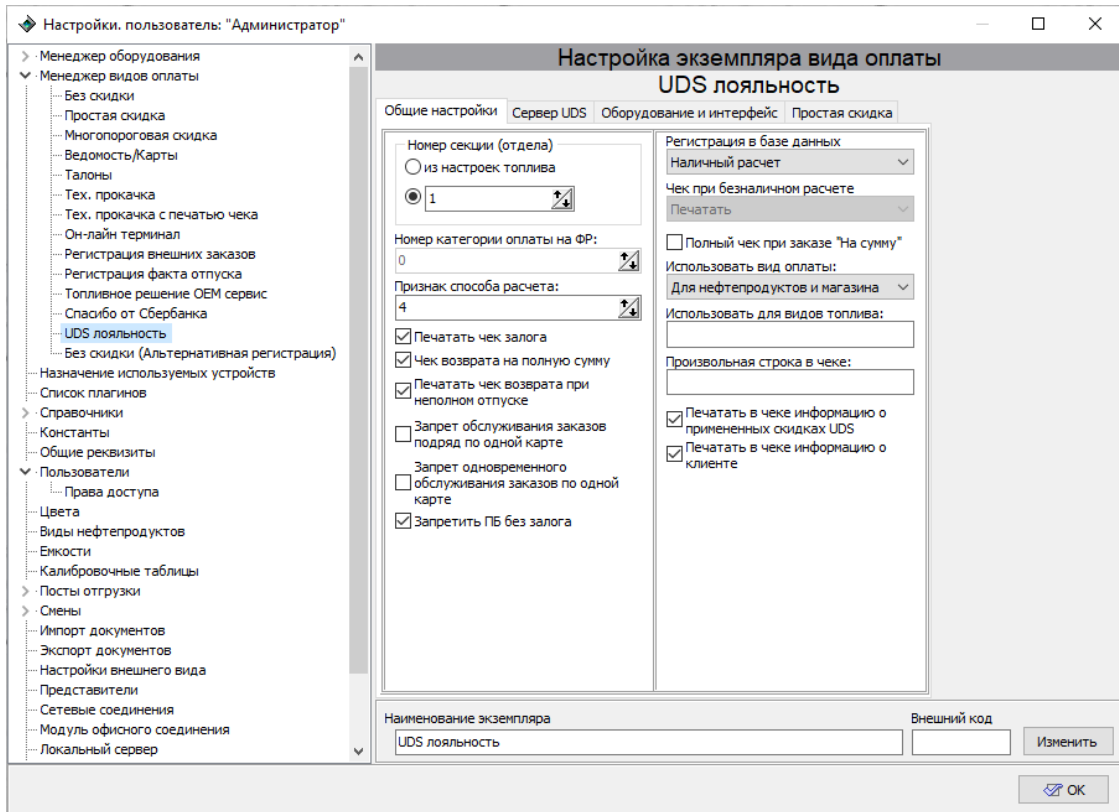

Рисунок 58. Настройка шаблона вида оплаты "UDS лояльность", вкладка "Общие настройки".
1. Заполнить вкладку **"Общие настройки"** в соответствии с ожидаемым поведением вида оплаты (рисунок 58):